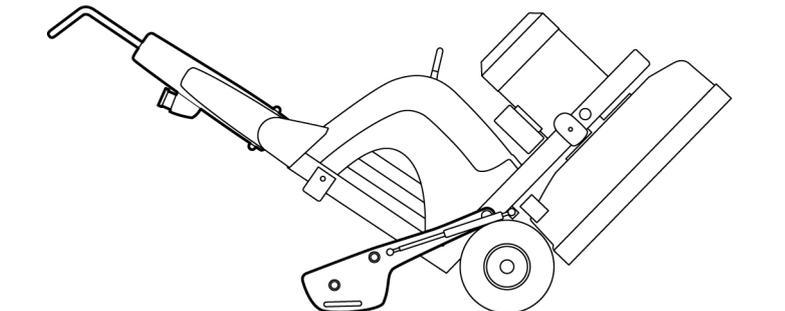

Figure 4-7. Basculer en arrière
3. Basculez la machine doucement vers l'arrière jusqu'à ce que les poids touchent le sol, voir *Figure 4-7, page 17*.